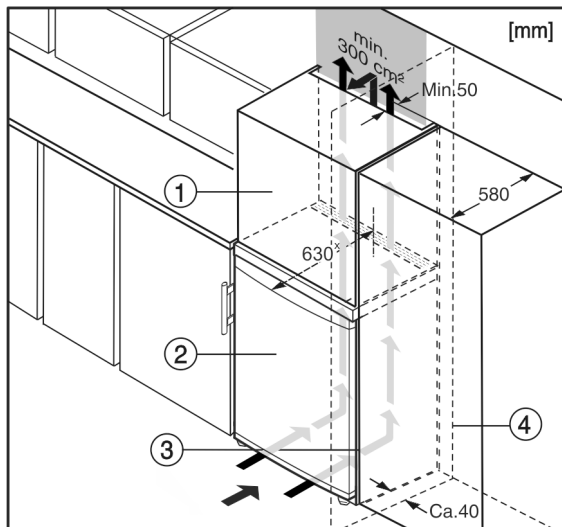

Fig. 10
L'apparecchio può essere incassato in mobili da cucina. Per adattare l'apparecchio Fig. 10 (2) all'altezza della cucina componibile, è possibile applicare sopra l'apparecchio un mobile da appoggio Fig. 10 (1).
Nell'incasso con mobili da cucina (profondità max. 580 mm) l'apparecchio può essere installato direttamente accanto al mobile da cucina Fig. 10 (3). L'apparecchio sporge di lato 34 mm \* e al centro dell'apparecchio 50 mm \* rispetto al frontale del mobile da cucina.\*
Se l'apparecchio con cerniere viene installato accanto ad una parete Fig. 10 (4), la distanza minima fra l'apparecchio e la parete deve essere almeno di 40 mm, che corrisponde alla sporgenza della maniglia con la porta aperta.\*